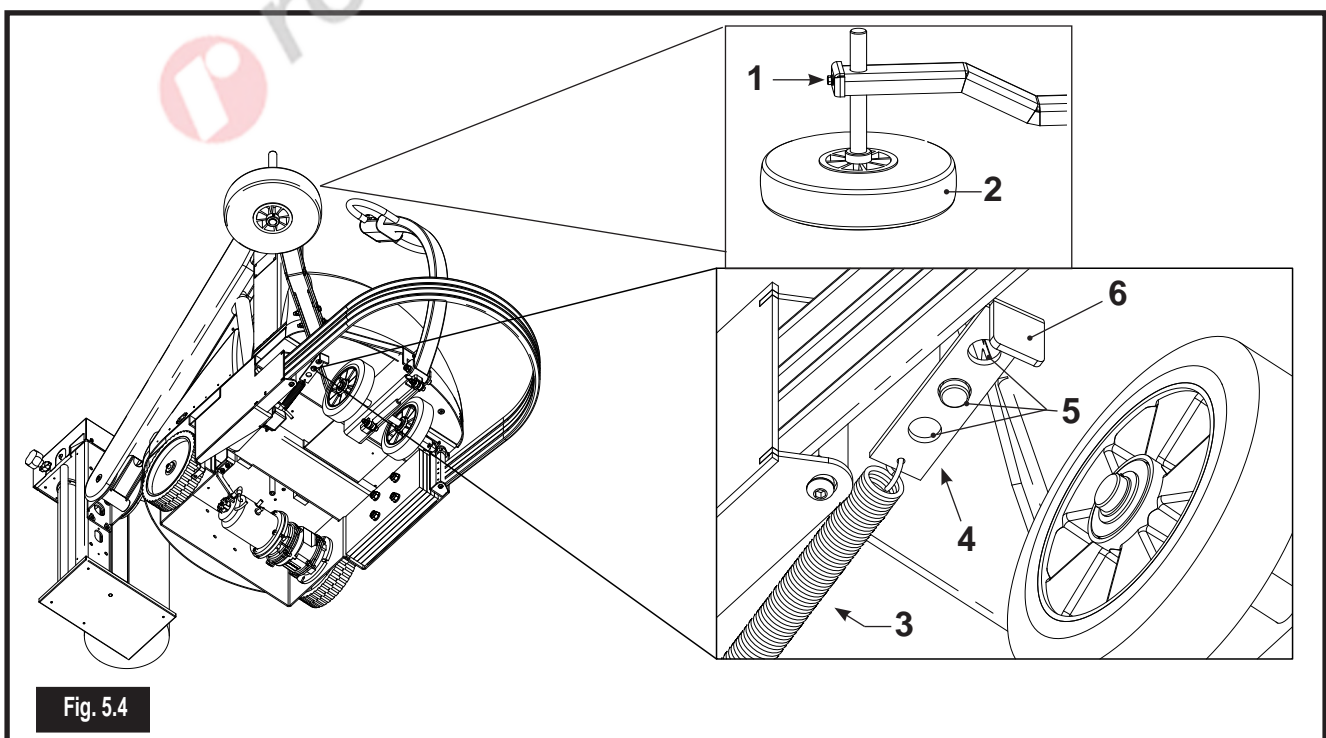

Fig. 5.4
a) regolazione altezza della ruota (Fig. 5.4).
b) regolazione forza di sterzata (Fig. 5.4).
a) Wheel height (Fig. 5.4).
b) Steering force (Fig. 5.4).